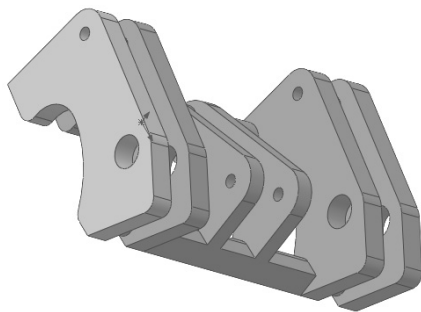

图 8-46 设置面颜色
2) 系统弹出的“颜色”属性管理器如图 8-42 所示。在“颜色”选项组中选择需要的颜色, 然后单击  (确定) 按钮, 设置颜色后的面如图 8-46 所示。